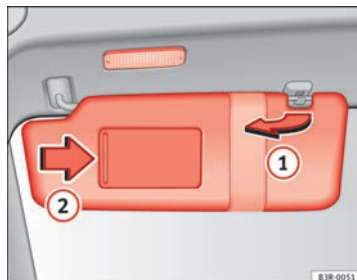

Fig. 98 Parasol
Los parasoles ① para el conductor y el acompañante pueden extraerse de sus fijaciones centrales y girarse hacia las puertas ⇒ fig. 98.